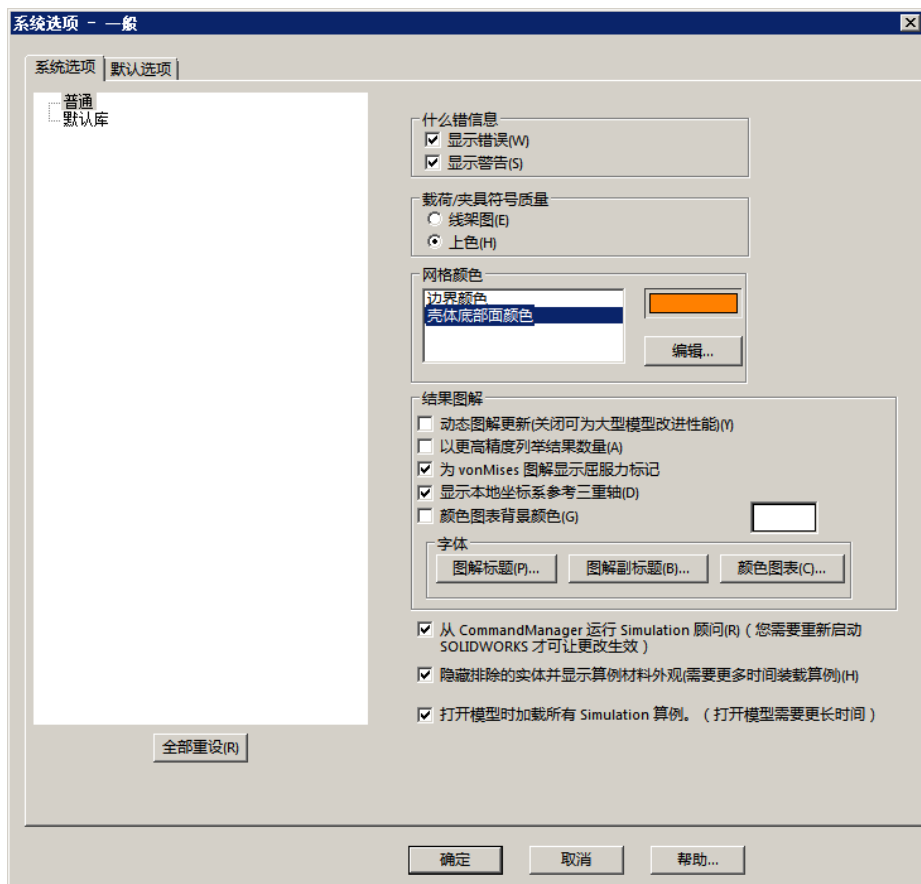

图 12.2.4 “系统选项—一般”对话框
Step1. 选择下拉菜单   选项(O)... 命令, 系统弹出“系统选项-一般”对话框, 如图 12.2.4 所示。
Step2. 在“系统选项-一般”对话框中单击 **系统选项** 选项卡, 在左侧列表中选择 **普通** 选项, 此时对话框如图 12.2.4 所示。